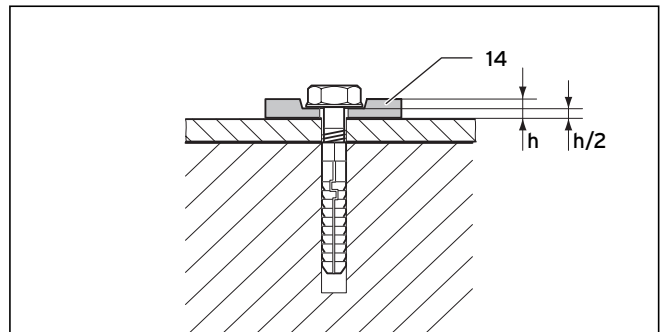

Abb. 6.41 Befestigung mit flexiblen Unterlegscheiben
Verwenden Sie unbedingt die 4 flexiblen Unterlegscheiben (14), um Materialdehnungen ausgleichen zu können. Verpressen Sie die Unterlegscheiben um 50 %, siehe Abb. 6.41.